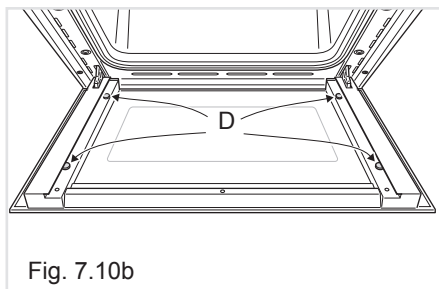

Fig. 7.10b
- Vérifiez que les quatre patins en caoutchouc sont en place "D" sur la fig. 7.10b.